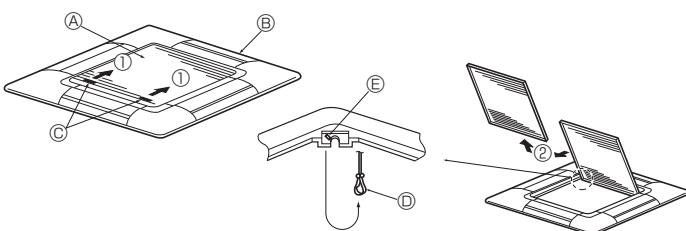

Fig. 8-3
- (A) Unidade principal
- (B) Tecto
- (C) Manómetro (Acessório)
- (D) Dimensões da abertura do tecto
8.2.1. Remoção da grelha de admissão (Fig. 8-3)
- Deslize as alavancas na direcção indicada pela seta ① para abrir a grelha de admissão.